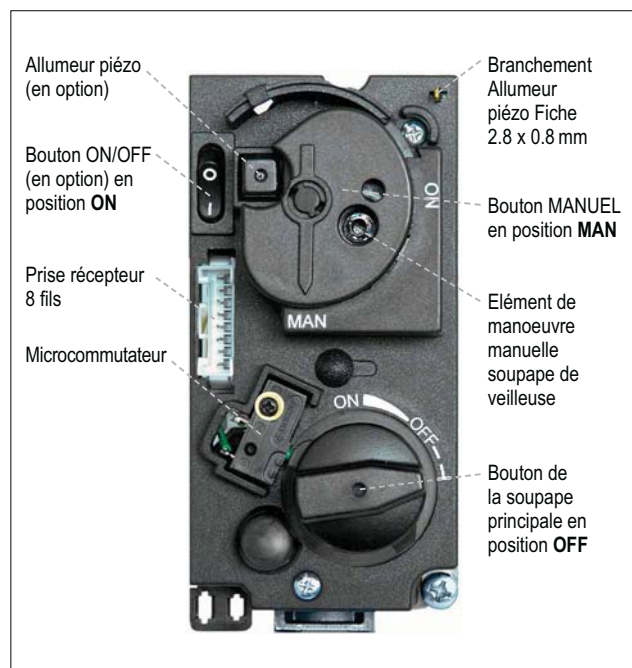

Figure 24: Bloc gaz GV60, chapeau
5. Attendre cinq (5) minutes pour débrancher le gaz. Vérifier qu'il n'y a pas de gaz dans la zone autour de l'installation, y compris au niveau du sol. **Si vous détectez du gaz, ARRÊTEZ l'installation ! Observer la rubrique «QUE FAIRE EN CAS D'ODEUR DE GAZ?» aux informations de sécurité à la page 43.** Si aucun gaz n'est présent, passer à l'étape 6.
8. Enfoncer complètement l'élément de manoeuvre manuelle de la soupape de veilleuse en le gardant enfoncé pour démarrer le flux du gaz de la veilleuse (voir figure 24).
Remplacer le câble d'allumage du récepteur vers la soupape (voir figure 24). Appuyer sur l'allumeur piézo pour allumer. Si la veilleuse ne reste pas allumée, attendre cinq (5) minutes et répéter l'opération.